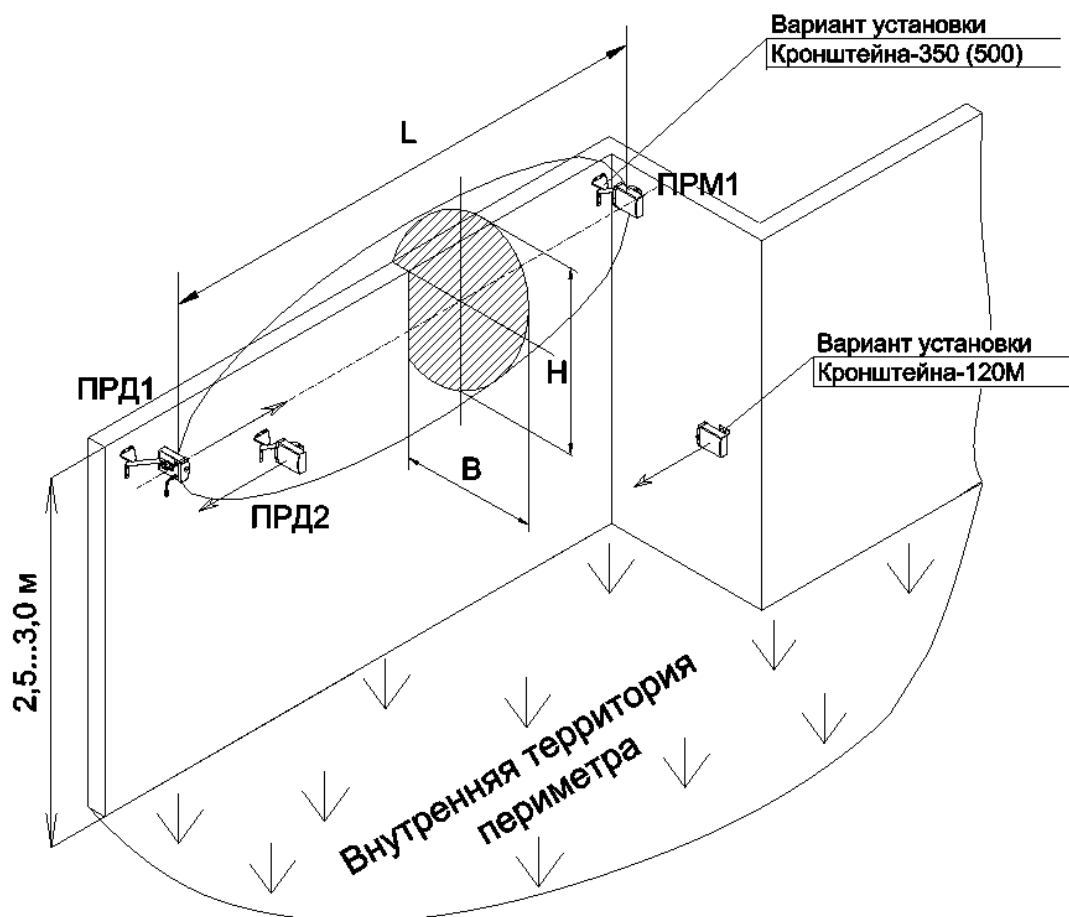

Рисунок 2.9 – Пример установки извещателя с применением выносных кронштейнов 500, 350, 120М
- КРОНШТЕЙН-500 (вынос 500 мм) рекомендуется применять, если верх заграждения «закрыт» средствами физической защиты (АСКЛ, АКЛ и т.п.) (см. рисунок 2.9);
- КРОНШТЕЙН-350 (вынос 350 мм) рекомендуется применять, если по верхней части заграждения отсутствуют средства физической защиты (см. рисунок 2.9).